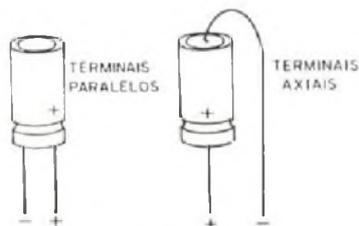

FIGURA 12
b) Os capacitores são todos eletrolíticos com tensões de trabalho a partir de 6V e terminais paralelos. Dizemos tensões a partir de 6V porque este é o valor mínimo recomendado mas valores maiores podem ser perfeitamente usados se bem que neste caso os componentes sejam maiores e possam dificultar a colocação. Se não for possível encontrar o tipo de terminais paralelo use o de terminais axiais instalando-os do modo indicado na figura 12. Um ponto importante a ser observado nestes capacitores refere-se a sua polaridade. Veja a marcação de (+) ou (-) e siga-a de acordo com os desenhos.